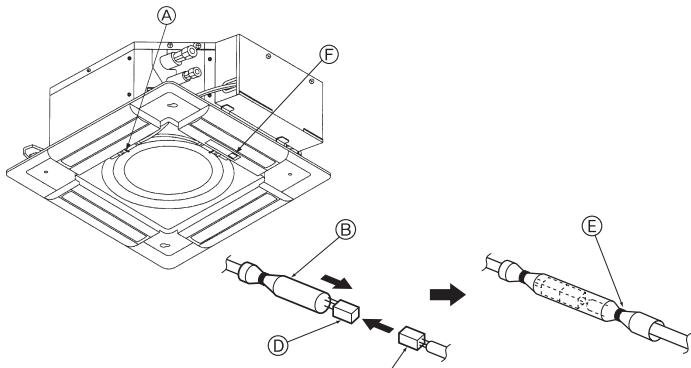

Fig. 5-8
5.3.4. Conexión de cables (Fig. 5-8)
- (A) Remache (Accesorio)